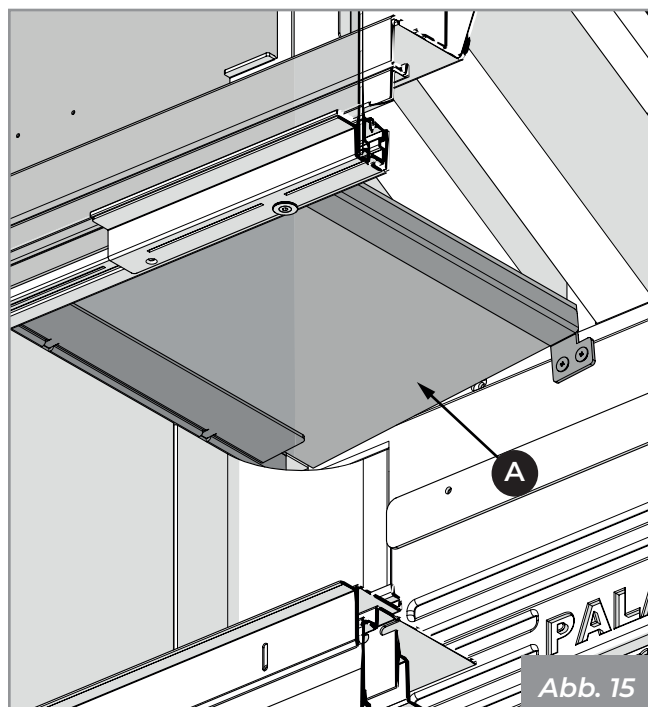

Abb. 15
- 1) Entfernen Sie den unteren Deflektor (A) (Abb. 15).